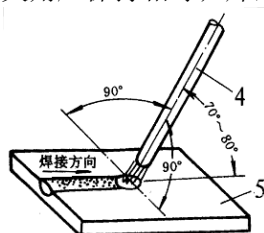
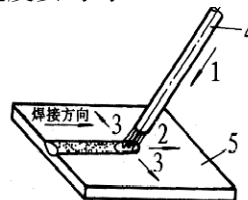

图 3 焊条角度
图 4 运条基本动作
6) 焊接：就是在平焊位置上堆焊焊缝。操作关键是掌握好焊条角度（如图 3 所示）和运条基本动作（如图 4 所示）。保持合适的电弧长度（即向下送进焊条速度合适）和均匀的焊接速度。